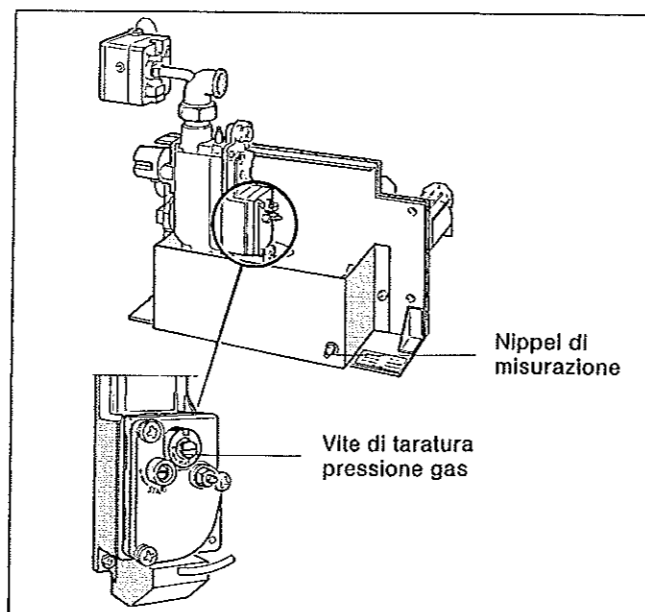

Fig. 9: Bruciatore a gas con „Junkers“ CE 423 I, versione gas città
- Allentare di circa due giri la vite di chiusura del nippel di misurazione sul collettore di distribuzione gas (Fig. 9) e, nel caso del modello G_324 L..., prima su uno dei due bruciatori a gas.
In caso di differenze dal valore dovuto, correggere la pressione agendo sulla vite di taratura (Fig. 9), verso destra (+) o verso sinistra (-).